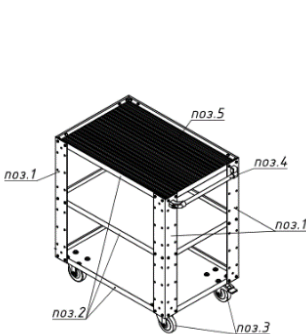

Рис. 1 Тележка МЛОС (базовая)
- 3.1. Тележка инструментальная (рис.1,2) состоит из металлических уголков (поз.1) и полоз (поз.2).